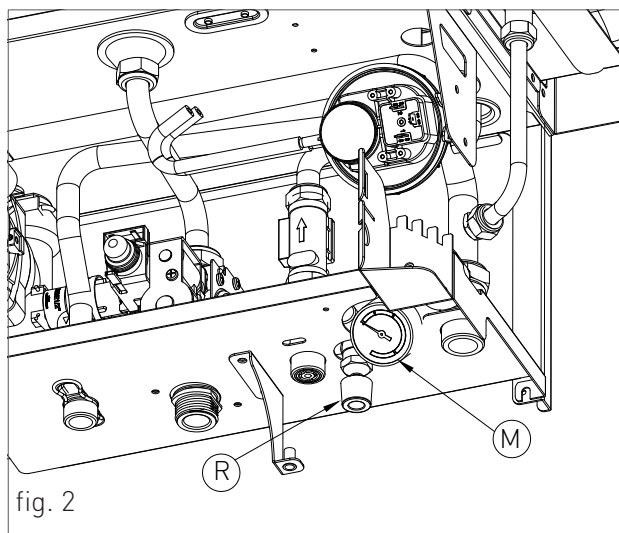
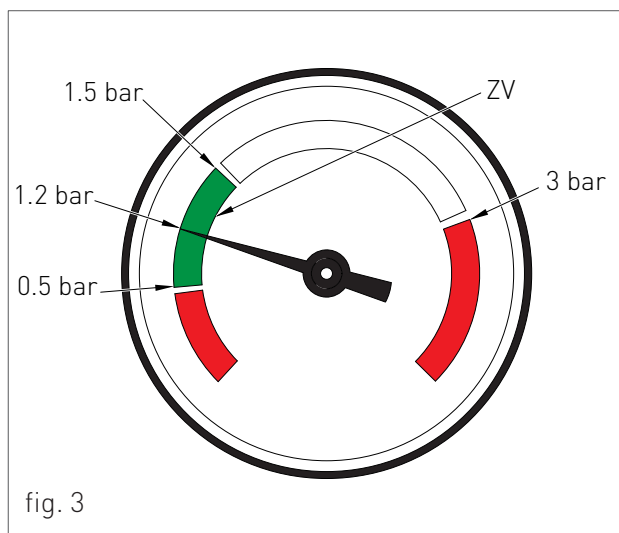

fig. 2
fig. 3
**QUESTA CALDAIA È STATA CONCEPITA PER L'INSTALLAZIONE ALL'ESTERNO IN UN LUOGO PARZIALMENTE COPERTO (VEDI FIG.2 AL CAPITOLO 'SPAZI TECNICI MINIMI E POSIZIONAMENTO').**
Per il posizionamento, operare come segue (vedi fig. 3):
3. aprire il rubinetto di carico "R" (fig. 2);
4. controllare attraverso il manometro "M" (fig. 2) che la pressione dell'impianto raggiunga 1.2 bar, corrispondente alla metà della zona verde 'ZV'(fig. 3);
5. ad operazione avvenuta, assicurarsi che il rubinetto di carico "R" (fig. 2) sia ben chiuso.
8. se dopo le suddette operazioni si rilevasse una diminuzione della pressione dell'acqua nell'impianto, aprire di nuovo il rubinetto di carico "R" fino a che la pressione nel manometro non segni 1.2 bar (fig. 3).
- › Il condotto di scarico deve essere perpendicolare con la parete interna opposta del camino o della canna fumaria (fig. 2).